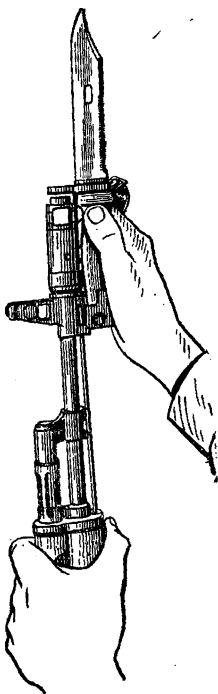

Рис. 25. Примыкание
1) **Примыкание штыка-ножа.** Вынуть штык-нож из ножен; взять автомат левой рукой за ствольную накладку и цевье мушкой влево; удерживая правой рукой штык-нож за рукоятку, надвинуть его пазами на упор основания мушки (рис. 25), а кольцом на венчик дульного тормоза-компенсатора до полного закрытия защелки.